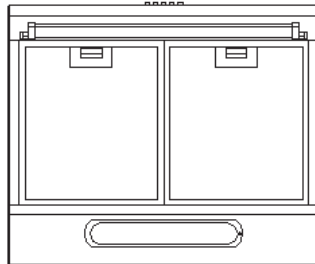

Figure 10
2. Limpieza del Filtro, Fig. 10: